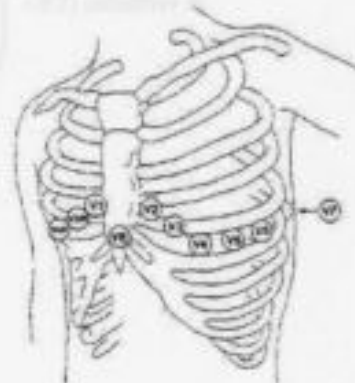

Figura 11-3 Posições para colocação do eletrodo de cabo de tórax dos 5 cabos
Para a configuração de 5 cabos, coloque o eletrodo de cabo de tórax (V) em uma das posições a seguir (Figura 11-3):